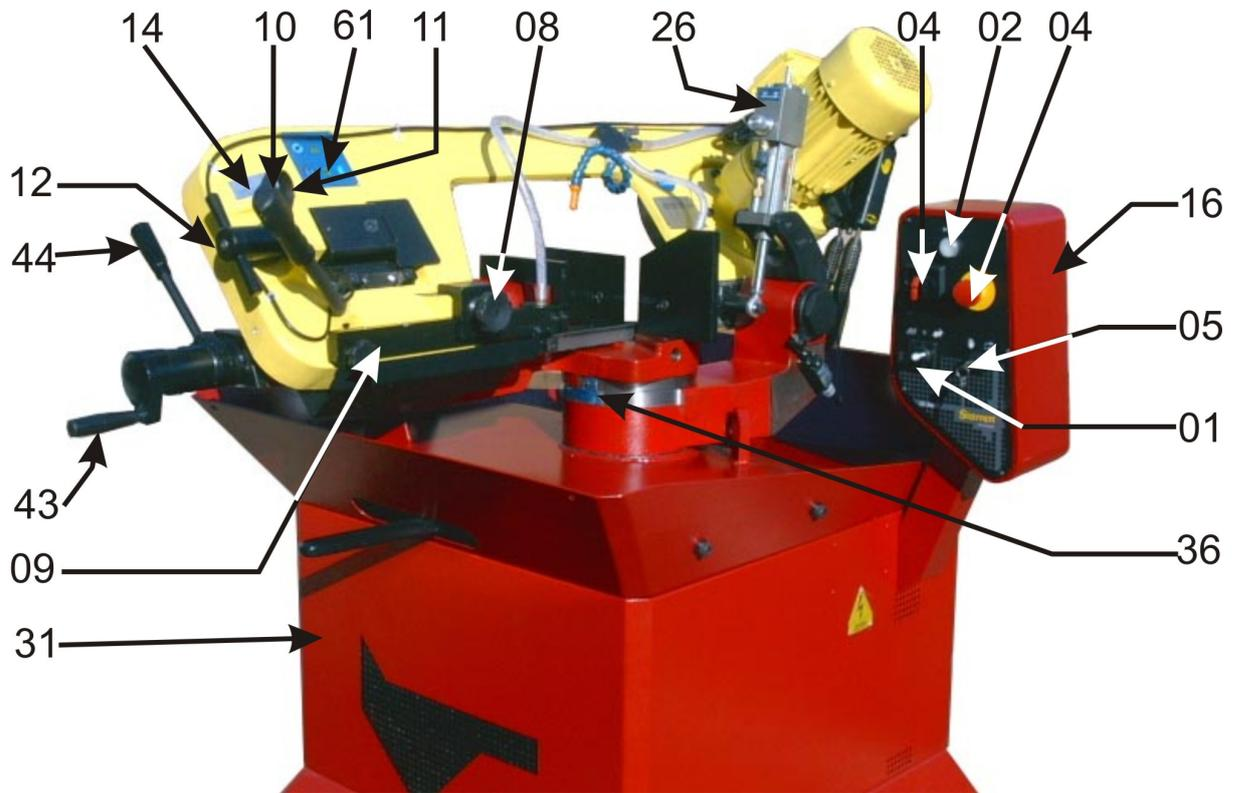
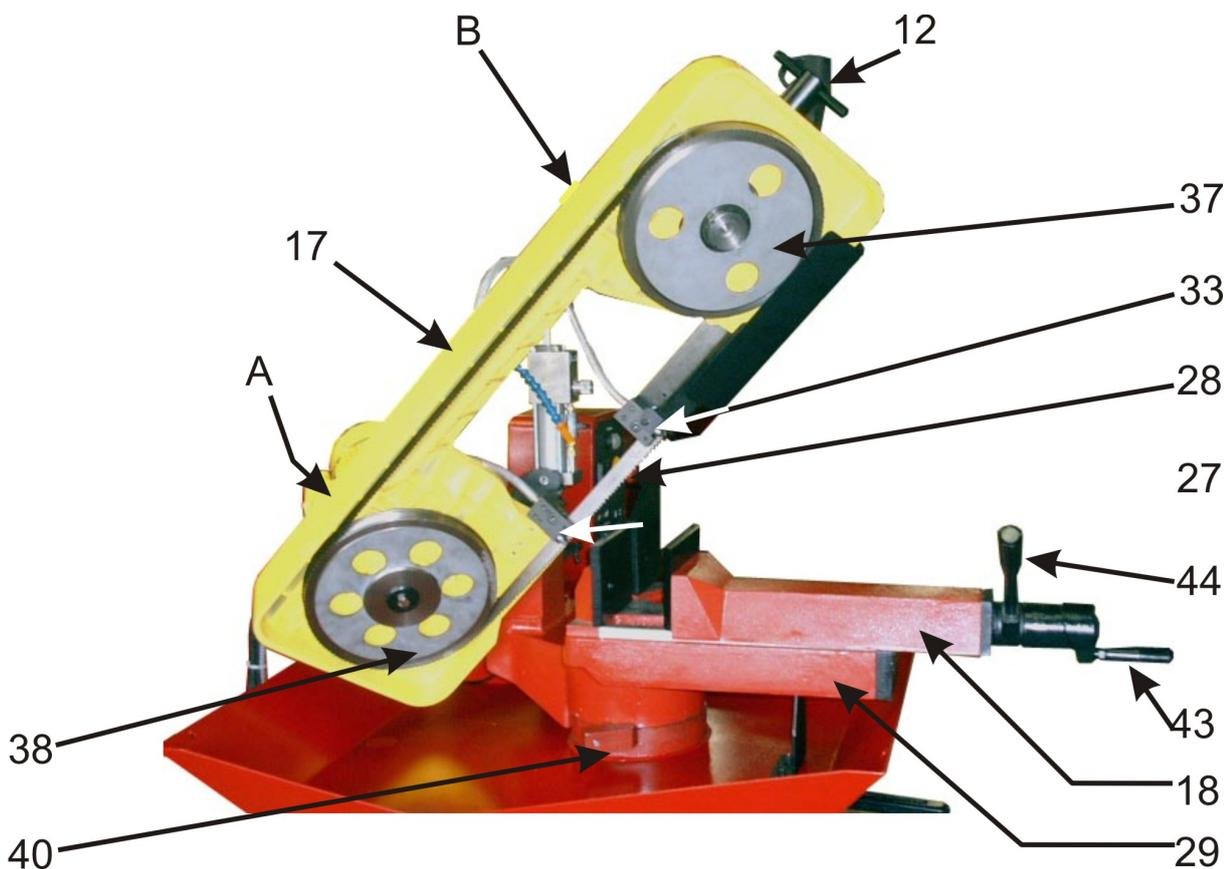

Figura 09
Figura 11
8. Arme la nueva Hoja de Sierra (28), asegurándose que su dentado esté íntegro y es compatible con el material que será cortado, observando si los dientes están en el sentido indicado en la Plaquilla (14) (figura 09). Encájela primero en el juego de las Guías (27) (33) (entre las Pastillas de Metal Duro), después en el Volante Motor (38) y, finalmente, en el Volante Movido (37) (figura 11);
9. Realice un preestiramiento, girando el Volante (12) en el sentido que aumente la tensión de la sierra (estirar);
- Arme el Cárter (13), fíjelo a través de los Engates Rápidos (60) y rearme el Microinterruptor (20) – VERIFIQUE SI LA PIERNA A SE ENCAJA EN EL AGUJERO B–figura 11;
- Arme el Protector de la Sierra (07) con sus respectivos tornillos;
- Seleccione una de las velocidades de corte por la Llave Conmutadora (01) y destrabe el Comando de Emergencia (04). A través del Botón (11), accione momentáneamente el Motor (22). Repita esta operación 4 a 5 veces para fijar la hoja sobre los volantes y las guías;
La inspección es hecha con la máquina en andamiento, para tal, debe-se sacar el tapón superior de inspección (figura 11).